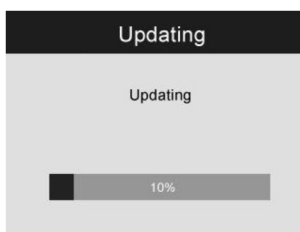

Рис. 26
- 4) Нажать кнопку **Power (Питание)** для включения прибора и затем нажать кнопку **UP (Вверх)** для входа в меню обновления программного обеспечения, выбрать **YES (Да)**, чтобы обновить программу (*рис. 26*).